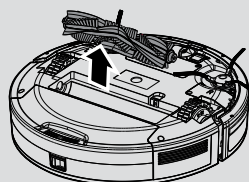

Fig. 12
3. Soulevez l'agitateur en saisissant une de ses extrémités. [Fig. 12]